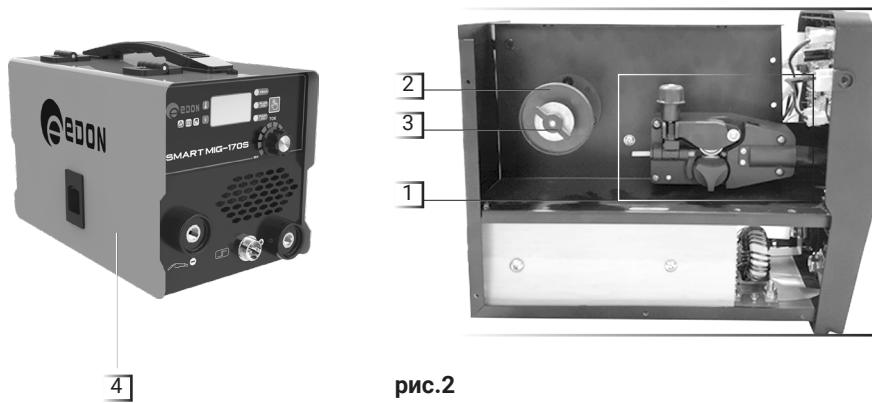
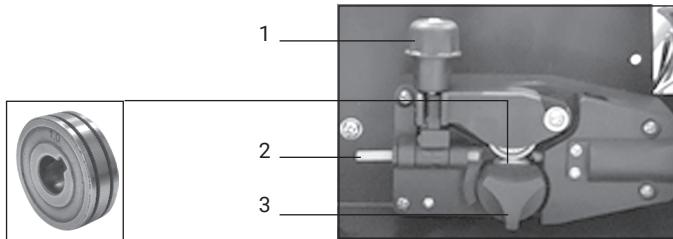

рис.2
рис.5
Сварочный инвертор выполнен в металлическом корпусе с вентиляционными отверстиями и снабжен вентилятором охлаждения для отведения излишнего тепла. На боковой панели расположен механизм подачи сварочной проволоки (рис.2 поз.1), шкив (рис.2 поз.2) и фиксатор шкива (рис.2 поз.3), скрытый под внешней крышкой (рис.2 поз.4) отсека подающего механизма.
**10.** Установите катушку с сварочной проволокой на шкив (рис.2 поз.2) так, чтобы при подаче проволоки катушка вращалась против часовой стрелки, для этого необходимо открутить фиксатор шкива (рис.2 поз.1), установить катушку и зафиксировать ее в обратной последовательности, после чего пропустите сварочную проволоку в механизм подачи (рис. 5):
- открутите фиксатор изменения усилия зажатия (рис.5 поз.1) и откройте прижимной механизм подачи проволоки, отведя его вверх;
- проверьте, чтобы размер канавки ролика на прижимном механизме соответствовал диаметру используемой сварочной проволоки, при необходимости поменяйте положение ролика, открутив фиксатор ролика (рис. 5 поз.3) против часовой стрелки;
- пропустите проволоку внутри направляющей трубки (рис.5 поз.2) и дальше в механизм подачи;
- опустите прижимной механизм и установите необходимое усилие прижима ролика поворотом фиксатора (рис.5 поз.1);